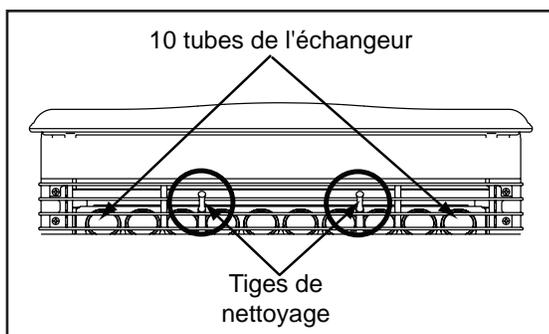

Figure 14.1
- Localisez les 2 tiges exposés directement sous les tubes de l'échangeur de chaleur. Figure 14.1.